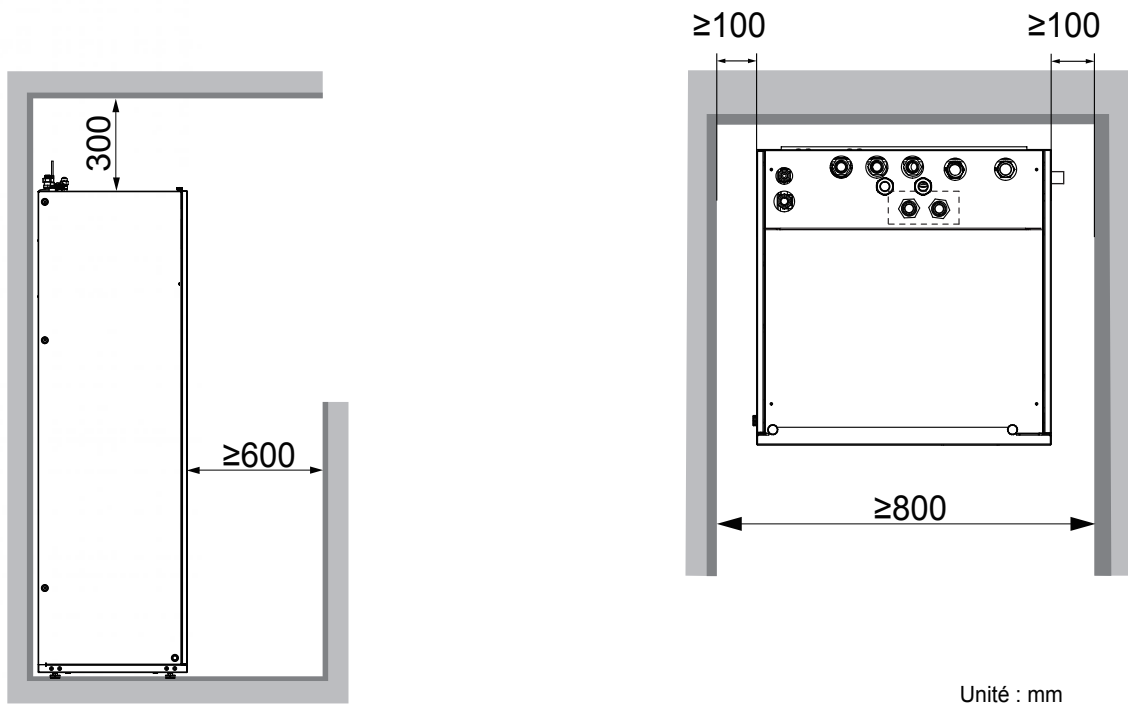

Fig. 4-2
- L'espace autour de l'unité est suffisant pour l'entretien (voir Fig. 4-2).